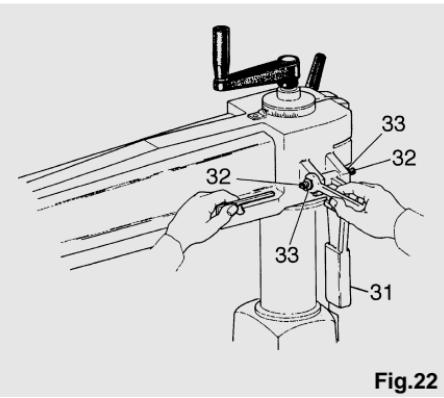
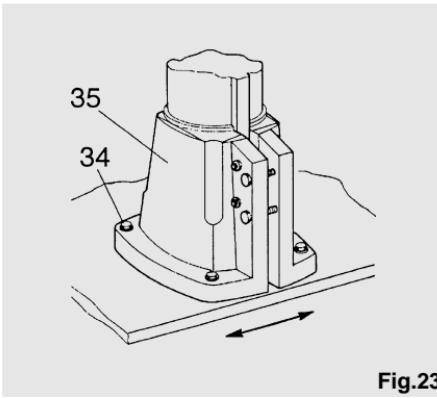

Fig.22
Fig.23
- Levantar la manilla de sujeción del brazo (31) (ver fig. 22).
- Actuar sobre los tornillos sin cabeza de regulación (32) y desplazar la palanca para eliminar el defecto detectado.
- Bajar nuevamente la palanca de cuña y apretar las contratuerzas (33).
Si no fuera posible eliminar el defecto encontrado con los tornillos de ajuste, aflojar los tornillos (34) (ver fig. 23) de la base (35) y girarla ligeramente.